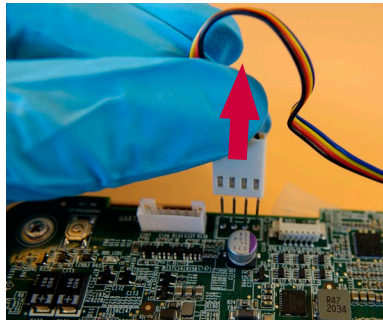

Figura 23 Decuplați cablul ventilatorului.
a) Decuplați conectorul ventilatorului (Figura 23)
g) Cuplați cablul ventilatorului (a se vedea Figura 12 și Figura 23).